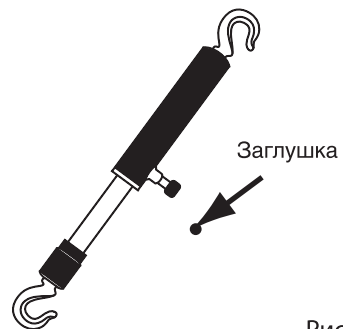

Рис. 1
1. Открутите и сохраните торцевую заглушку, расположенную на конце возвратной штанги, согласно рис. 1.